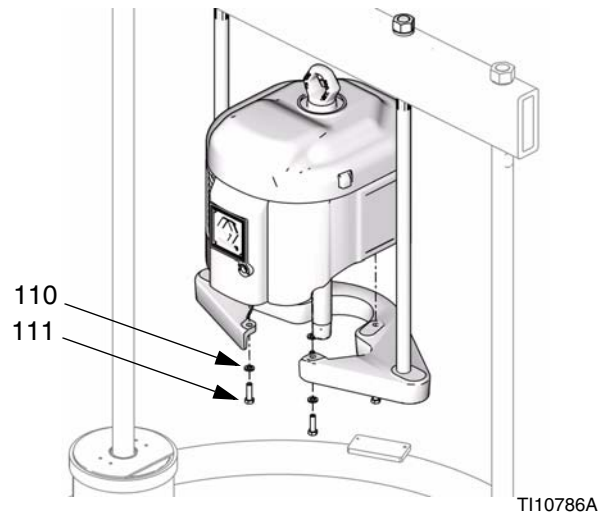

FIG. 25
- b. *En NXT con plato seguidor más pequeño (unidades de alimentación D200 de 3" y D200s de 6,5"):* Retire los tornillos (111) y arandelas (110) que fijan el motor a la placa de apoyo. Vea la FIG. 25.
2. Coloque la placa de apoyo (109) para comprobar que la parte superior del motor no toca el travesaño. Vea la FIG. 25. Con un dispositivo de izado adecuado, fije el motor a la placa de apoyo (109) con tornillos (111) y arandelas (110).